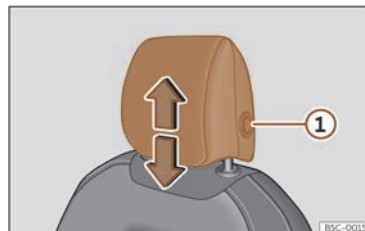
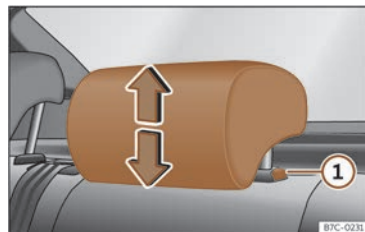

Fig. 100 Scaunul față: reglarea tetierei.
Fig. 101 Tetiera spate: reglarea tetierei.
- Apucați cu ambele mâini părțile laterale ale tetierei și împingeți în sus în poziția dorită. Pentru coborârea tetierei, repetați aceeași acțiune apăsând butonul de pe partea laterală ① >>> **fig. 100** >>> **fig. 101**.